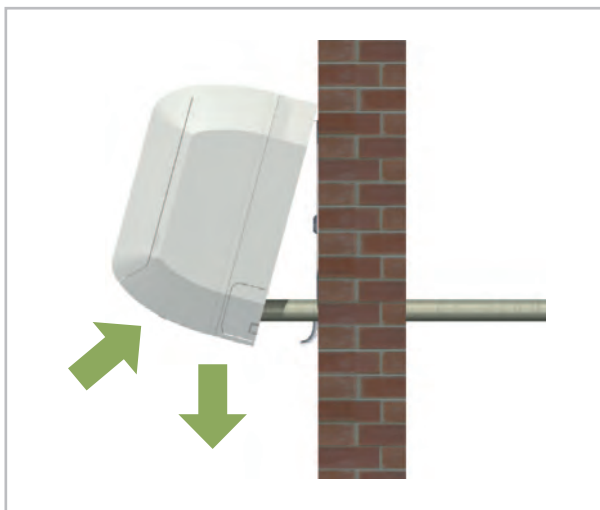

Fig. 28: Orientation horizontale
5. ➤ Vérifiez une nouvelle fois l'alignement horizontal de l'appareil. (Voir la Fig. 28)